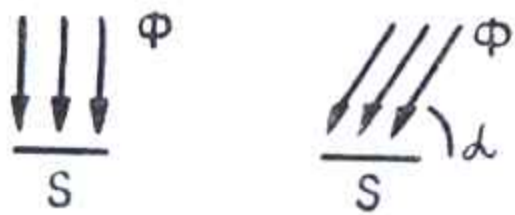

Рис. 1.
2. На одну и ту же площадку S падает один и тот же световой поток Φ , но под разными углами (рис. 1). В каком случае освещенность площадки больше?